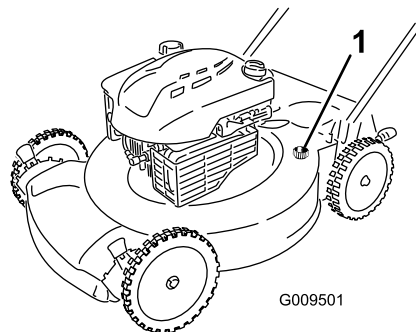

Figure 32
5. Branchez un tuyau d'arrosage, relié à une arrivée d'eau, au raccord de lavage (Figure 32).